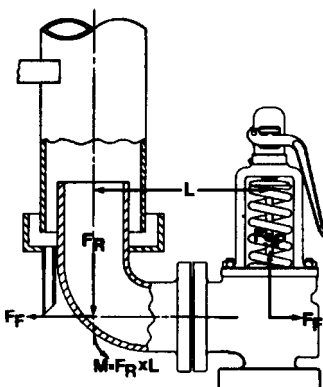

Fig. 3 - Valvola aperta
Una volta stabilizzata la portata (Fig. 3), l'impatto del fluido sulla curva di scarico annulla la forza (FF), ed il fluido fuoriesce verso l'alto attraverso l'uscita; si ottiene una forza (FR) agente verso il basso lungo la mezzeria della curva di scarico.